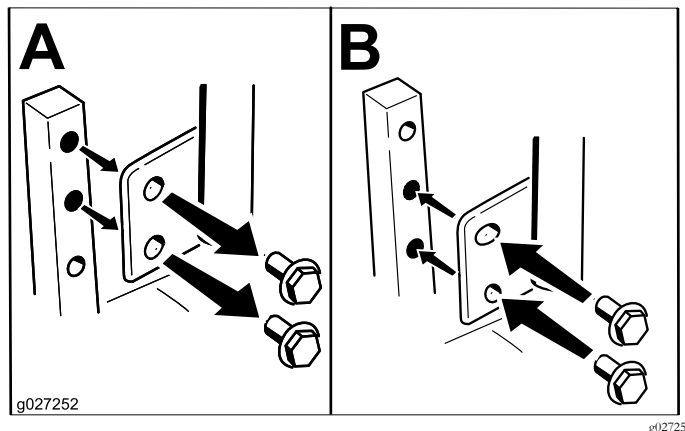

Figura 12
Pode ajustar as alavancas de controlo de movimento mais para cima ou mais para baixo para um maior conforto do operador (Figura 12).
2. Desaperte o parafuso inferior o suficiente para rodar a alavanca de controlo para a frente ou para trás (Figura 12).